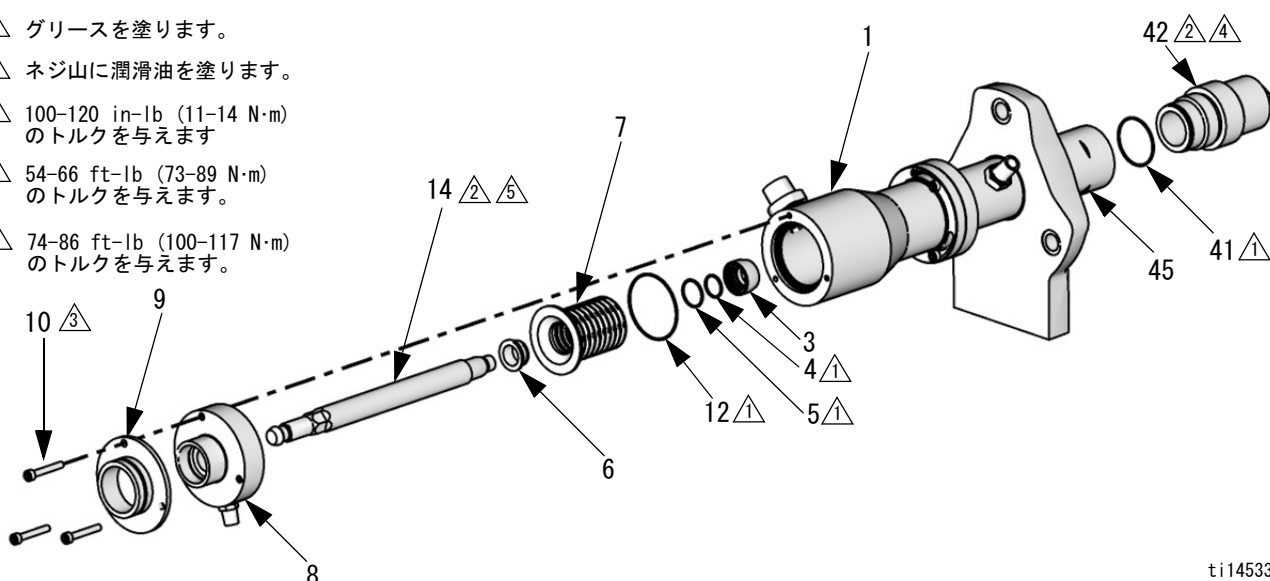

図 6. ベローズを交換する。
7. 図 6 を参照してください。コネクティングロッド (14) とベローズ (7) をベローズ室 (1) の上部から引き抜きます。パッキンナットに取り付けられているベローズ室 (1) はそのままにします。
8. ベローズのブッシング (6) および破損したベローズ (7) を取り外します。
9. スナップブッシング (3) を取り外します。Oリング (4, 5) を外して廃棄します。
13. 変位ロッドシャフトの外側とピストンの六角部付近に潤滑油を塗ります。ロッドおよびピストンをシリンダ (27) 内に押し込みます。
15. 図 6、ページ 12、を参照してください。ベローズの O リング (12) をベローズ (7) の周りに緩く配置します。ベローズ (7) を完全に組み立てた状態で、コネクティングロッド (14) をベローズ室 (1) に押し込みます。コネクティングロッドを手で締めます。
16. コネクティングロッド (14) 上の六角部を固定し、トルクレンチを使用してピストン (45) を回します。74-86 ft-lb (100-117 N·m) のトルクを与えます。
17. コネクティングロッド (14) にトップキャップ (8) をセットします。締めないでください。
18. オーバーフロー室を交換する場合：キット 24E298 を注文してください。(25 ページを参照してください。) コネクティングロッド (14) に新しい D 型シール (106) を取り付けます。19 mm (3/4 インチ) レンチでコネクティングロッドを固定します。止めナット (105) を取り付け締めます。100-120 in-lb (11-14 N·m) のトルクを与えます締め過ぎないでください。
19. 新しいフットキャップの O リング (41) を取り付けます。フットキャップにグリースを塗って取り付けます (42)。54-66 ft-lb (73-89 N·m) のトルクを与えます。
20. モータシャフトを押し上げます。カップリングナット (55) 上で滑らせず。カップリングカラー (56) を取り付けます。
22. オーバーフロー室を交換する場合：O リング (102) を蓋 (101) に挿入します。新しいボトル (103) に蓋 (101) を被せた状態で、取付金具 (104) にしっかり締めます。
23. トップキャップ (8) 内の穴がベローズ室 (1) の穴と揃うようにコネクティングロッド (14) を回転させます。トップキャップ (8) およびシールドマウントスペーサ (9) を再び取り付けます。ネジ (10) を 11-14 N·m (100-120 インチ・ポンド) のトルクで締めます。